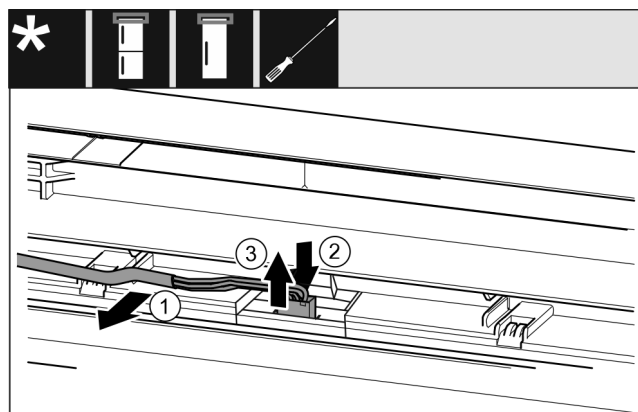

Fig. 10
- ▶ Απελευθερώστε το γκρι καλώδιο προσεκτικά από τον οδηγό στην πόρτα. Fig. 10 (1)
- ▶ Πιέστε το αυτάκι πίσω από το φισ προς τα πίσω. Fig. 10 (2)
- ▶ Αφαιρέστε το φισ τραβώντας το προσεκτικά προς τα επάνω. Fig. 10 (3)